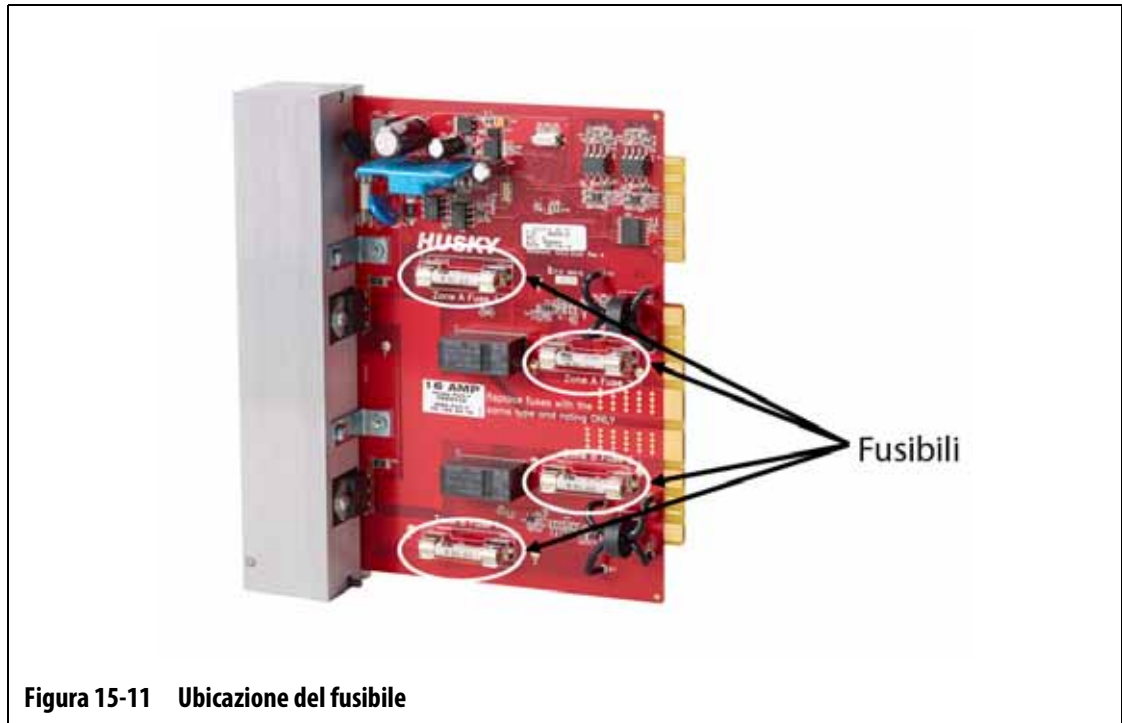

Figura 15-11 Ubicazione del fusibile
7. Estrarre e sostituire il fusibile guasto con uno di tipo e valore nominale identici. Consultare la Figura 15-11.